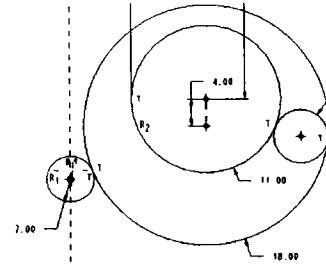

图 1-26 绘制圆
(12) 单击 按钮绘制圆，并单击 按钮选择与接触的圆（半径为 18）相切，将圆直径改为 7，如图 1-26 所示。